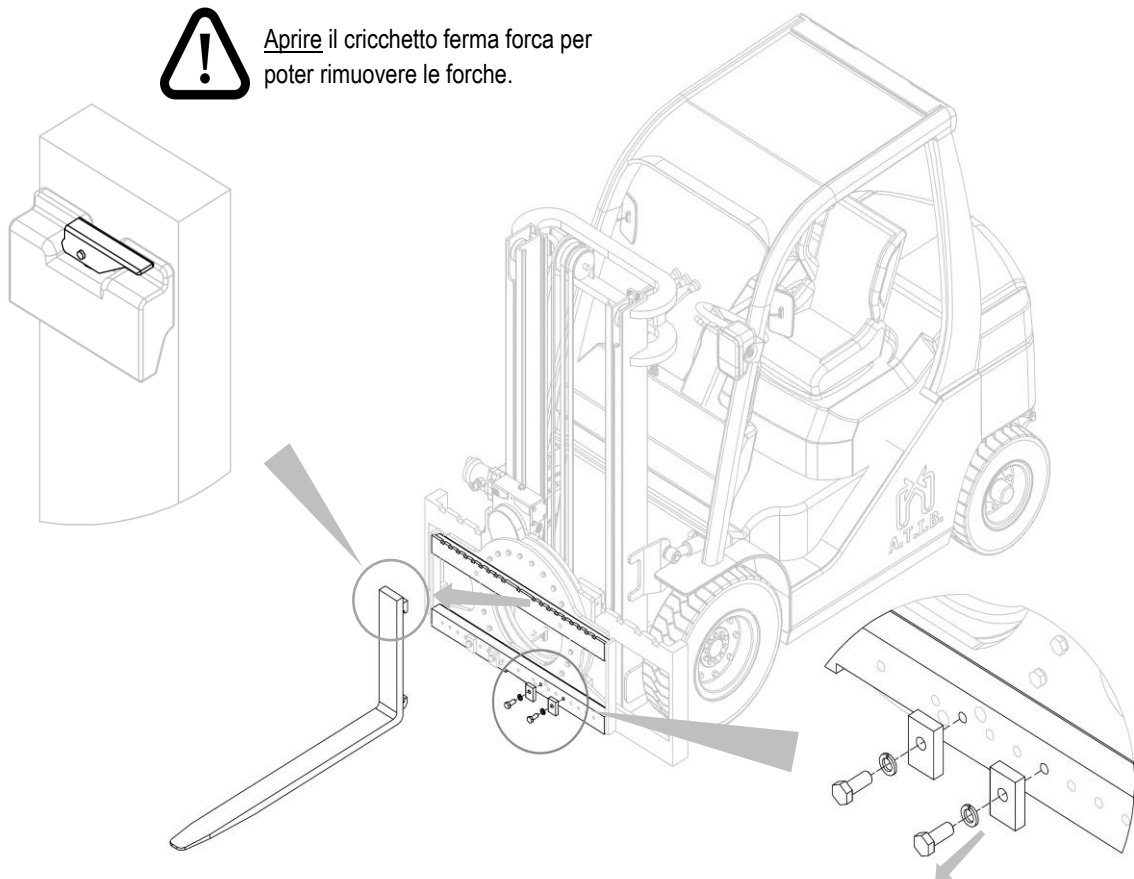

Figura 27
2. Rimuovere le forche dopo aver svitato i fermi forca e aver aperto il cricchetto fermaforca (vedi *Figura 27*).